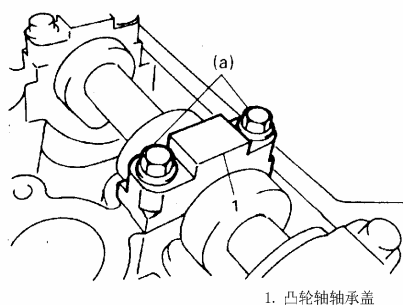

Рис. 4-142.
8). Затянуть болты до момента затяжки, указанного в спецификации, проверить регулировку клапанного зазора, как показано на Рис. 4-142.